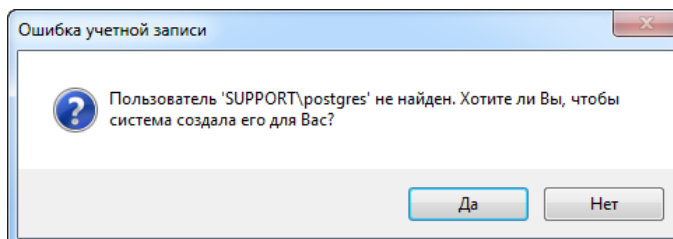

Рис. 3.5. Сообщение об ошибке учетной записи
8. При первоначальной установке СУБД PostgreSQL на компьютер открывается окно *Ошибка учетной записи*. Нажмите кнопку *Да*, чтобы создать указанную учетную запись (рис. 3.5).